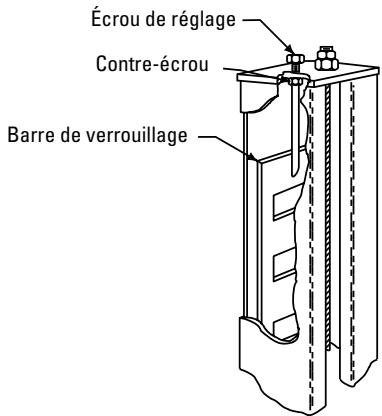

Fig. 5
- C. Visser le contre-écrou sur la tige filetée aussi loin que possible. Faire tenir le butoir en caoutchouc au bas de la barre de verrouillage, voir Fig. 7. Poser la barre de verrouillage à l'arrière de la colonne, Fig. 5.